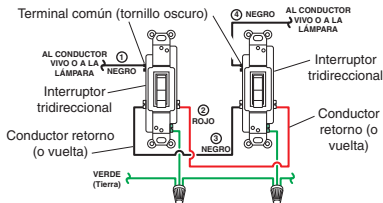
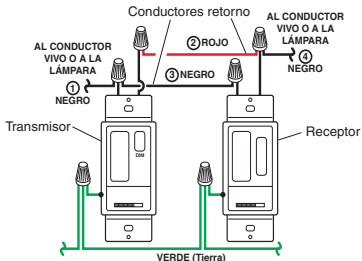

Figura 1 - Cableado de un circuito conmutado típico
Figura 2 - Conexión del conmutador tridireccional de pared
- Retire la placa y el interruptor de pared existentes. Identifique a los conductores del interruptor existente según el diagrama de la Figura 1.
- Conecte los conductores del transmisor con conmutador tridireccional a los conductores de la caja de empalmes como se muestra en la figura 2. Para empalmar estos conductores, use los conectores para conductores que se provee (vea la Figura 2). *Nota:* Cualquiera de los conductores negros del transmisor pueden usarse para conectar al conductor vivo o fase (o a la lámpara) o al conductor retorno.
¡IMPORTANTE! Identifique los conductores del interruptor tridireccional según el diagrama de la Figura 1. Vea la figura 2 de abajo cuando conecte los conductores del receptor de pared con interruptor a los conductores existentes.